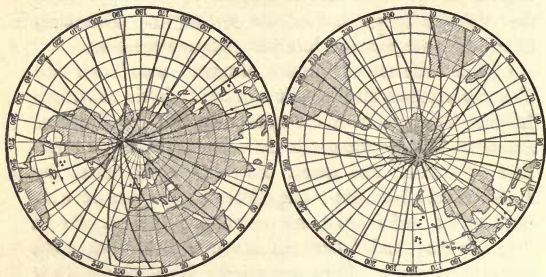

FIG. 36.
1. Die Erde ist ein großer Magnet; man kann sich dies so vorstellen, als ob im Innern der Erde ein mächtiger Magnet läge, dessen Achse aber nicht mit der Erdachse zusammenfällt, sondern mit ihr einen Winkel von ungefähr 15° bildet, und dessen Pole sich etwas unter der 10 Erdoberfläche befinden. Diese Pole liegen gerade umgekehrt wie die geographischen Pole der Erde, und fallen mit ihnen örtlich auch nicht genau zusammen. Der magnetische Nordpol der Erde liegt in der Nähe des geographischen Südpols, der mag- 15 netische Südpol in der Nähe des geographischen Nordpols. Nur die Lage des letzteren ist genau bekannt. Er wurde von J. C. Roß¹ im Jahre 1831 aufgefunden und liegt auf der Halbinsel Boothia Felix des nordamerikanischen Kontinents unter $70^\circ 5'$ nördlicher Breite und 20 $96^\circ 46'$ westlicher Länge von Greenwich. Den magnetischen Nordpol hat man bisher noch nicht erreicht; er muß ungefähr auf 74° südlicher Breite und 148° östlicher Länge liegen (vgl. Fig. 36). Die Verbindungslinie der beiden Pole geht nicht genau durch den Erdmit- 25 telpunkt hindurch. Übrigens ist zu bemerken, daß hierbei unter „Polen“ diejenigen Punkte verstanden sind, an welchen die Magnetonadel senkrecht nach unten zeigt. Pole im eigentlichen Sinne, d. h. Punkte, in welchen man sich die Resultierende aller, von der einen Erdhälfte 30